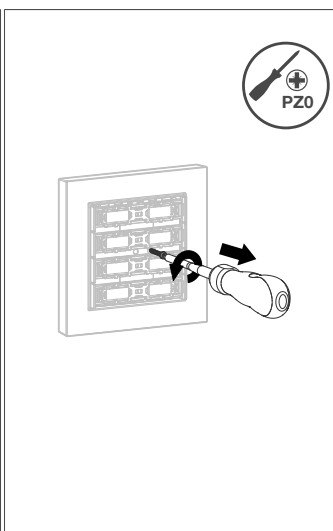

Fig. 20: Svitare la vite di protezione contro lo smontaggio
- 2 Opzionale: Allentare la vite di protezione contro lo smontaggio (guardare Fig. 20).